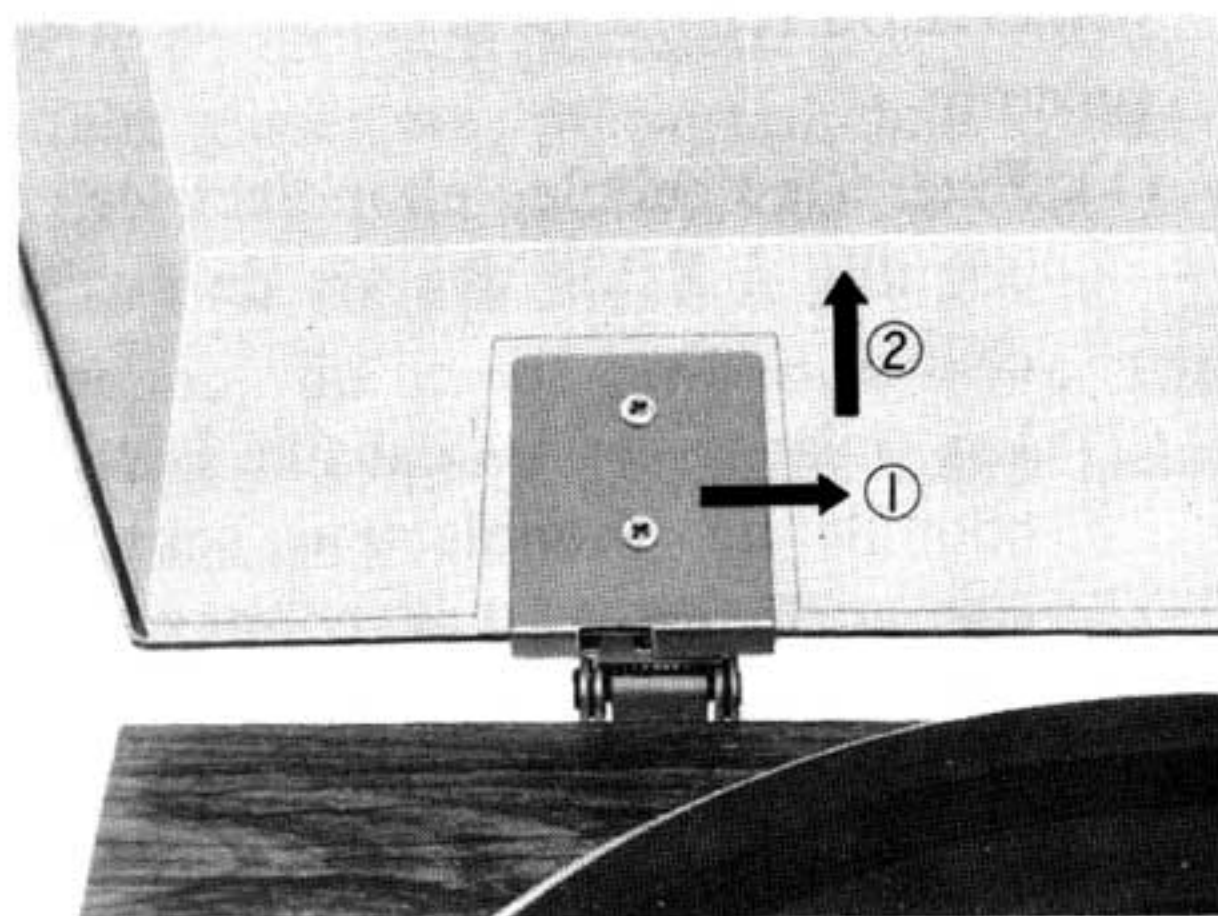

Abb. 9
- (1) Staubschutzdeckel öffnen.
- (2) Den Deckel in die in Abbildung 9 gezeigte Pfeilrichtung ① schieben und danach in Richtung des Pfeiles ② vorsichtig abheben.
- (3) Falls der Deckel wieder angebracht werden soll, einfach die obigen Vorgänge in umgekehrter Reihenfolge ausführen.